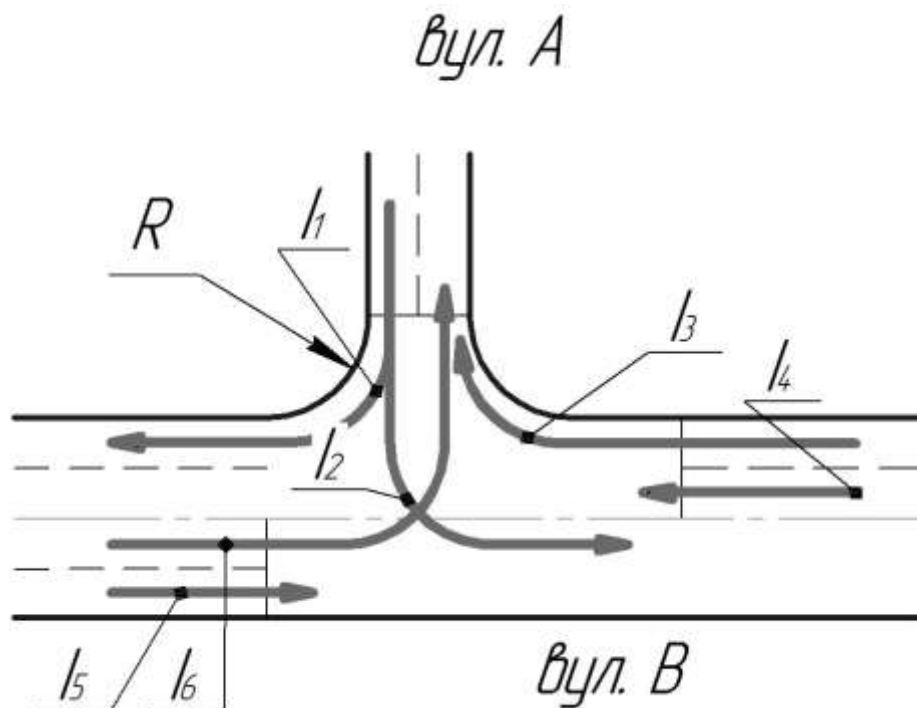

Рисунок 1 – Схема перехрестя вулиць
- Задача 1.** Визначити розрахункові фазові коефіцієнти для перехрестя вулиць, схема якого наведена на рис. 1. Інтенсивності руху транспортних потоків, ПО/год.: $I_1=260$; $I_2=184$; $I_3=157$; $I_4=325$; $I_5=313$; $I_6=148$. Ширина проїзної частини вул. А дорівнює 8 м, вул. В – 15 м, радіус заокруглення бордюру $R = 12$ м. Умови руху по вул. А – «середні», по вул. В – «добрі».
- Задача 2.** Визначити розрахункові фазові коефіцієнти для перехрестя вулиць, схема якого наведена на рис. 1. Інтенсивності руху транспортних потоків, ПО/год.: $I_1=265$; $I_2=194$; $I_3=147$; $I_4=285$; $I_5=213$; $I_6=248$. Ширина проїзної частини вул. А дорівнює 7 м, вул. В – 14 м, радіус заокруглення бордюру $R = 14$ м. Умови руху по вул. А –
- Задача 3.** Визначити розрахункові фазові коефіцієнти для перехрестя вулиць, схема якого наведена на рис. 1. Інтенсивності руху транспортних потоків, ПО/год.: $I_1=280$; $I_2=172$; $I_3=157$; $I_4=325$; $I_5=313$; $I_6=158$. Ширина проїзної частини вул. А дорівнює 7,5 м, вул. В – 15 м, радіус заокруглення бордюру $R = 13$ м. Умови руху по вул. А – «середні», по вул. В – «середні».
- Задача 4.** Визначити розрахункові фазові коефіцієнти для перехрестя вулиць, схема якого наведена на рис. 1. Інтенсивності руху транспортних потоків, ПО/год.: $I_1=245$; $I_2=214$; $I_3=165$; $I_4=355$; $I_5=343$; $I_6=178$. Ширина проїзної частини вул. А дорівнює 8 м, вул. В – 14,5 м, радіус заокруглення бордюру $R = 16$ м. Умови руху по вул. А – «добрі», по вул. В – «добрі».
- Задача 5.** Визначити розрахункові фазові коефіцієнти для перехрестя вулиць, схема якого наведена на рис. 1. Інтенсивності руху транспортних потоків, ПО/год.: $I_1=262$; $I_2=188$; $I_3=137$; $I_4=225$; $I_5=213$; $I_6=168$. Ширина проїзної частини вул. А дорівнює 8 м, вул. В – 15 м, радіус заокруглення бордюру $R = 15$ м. Умови руху по вул. А – «середні», по вул. В – «добрі».
- Задача 6.** Визначити розрахункові фазові коефіцієнти для перехрестя вулиць, схема якого наведена на рис. 1. Інтенсивності руху транспортних потоків, ПО/год.: $I_1=280$; $I_2=284$; $I_3=177$; $I_4=125$; $I_5=293$; $I_6=148$. Ширина проїзної частини вул. А дорівнює 8 м, вул. В – 15 м, радіус заокруглення бордюру $R = 14$ м. Умови руху по вул. А – «середні», по вул. В – «добрі».
- Задача 7.** Визначити розрахункові фазові коефіцієнти для перехрестя вулиць, схема якого наведена на рис. 1. Інтенсивності руху транспортних потоків, ПО/год.: $I_1=260$; $I_2=174$; $I_3=167$; $I_4=321$; $I_5=303$; $I_6=188$. Ширина проїзної частини вул. А дорівнює 8 м, вул. В – 15 м, радіус заокруглення бордюру $R = 13$ м. Умови руху по вул. А – «незадовільні», по вул. В – «добрі».
- Задача 8.** Визначити розрахункові фазові коефіцієнти для перехрестя вулиць, схема якого наведена на рис. 1. Інтенсивності руху транспортних
Задача 9. Визначити розрахункові фазові коефіцієнти для перехрестя вулиць, схема якого наведена на рис. 1. Інтенсивності руху транспортних потоків, ПО/год.: $I_1=262$; $I_2=144$; $I_3=157$; $I_4=305$; $I_5=313$; $I_6=178$.
Задача 10. Визначити розрахункові фазові коефіцієнти для перехрестя вулиць, схема якого наведена на рис. 1. Інтенсивності руху транспортних потоків, ПО/год.: $I_1=241$; $I_2=187$; $I_3=137$; $I_4=325$; $I_5=313$; $I_6=148$.
Задача 11. Визначити розрахункові фазові коефіцієнти для перехрестя вулиць, схема якого наведена на рис. 1. Інтенсивності руху транспортних потоків, ПО/год.: $I_1=290$; $I_2=194$; $I_3=177$; $I_4=325$; $I_5=293$; $I_6=168$.
Задача 12. Визначити розрахункові фазові коефіцієнти для перехрестя вулиць, схема якого наведена на рис. 1. Інтенсивності руху транспортних потоків, ПО/год.: $I_1=260$; $I_2=184$; $I_3=137$; $I_4=305$; $I_5=313$; $I_6=188$.
Задача 13. Визначити розрахункові фазові коефіцієнти для перехрестя вулиць, схема якого наведена на рис. 1. Інтенсивності руху транспортних потоків, ПО/год.: $I_1=254$; $I_2=204$; $I_3=137$; $I_4=285$; $I_5=343$; $I_6=148$.
- Задача 14.** Визначити розрахункові фазові коефіцієнти для перехрестя вулиць, схема якого наведена на рис. 1. Інтенсивності руху транспортних потоків, ПО/год.: $I_1=261$; $I_2=154$; $I_3=187$; $I_4=225$; $I_5=313$; $I_6=146$. Ширина проїзної частини вул. А дорівнює 7,5 м, вул. В – 16 м, радіус заокруглення бордюру $R = 16$ м. Умови руху по вул. А – «середні», по вул. В – «добрі».
- Задача 15.** Визначити розрахункові фазові коефіцієнти для перехрестя вулиць, схема якого наведена на рис. 1. Інтенсивності руху транспортних потоків, ПО/год.: $I_1=230$; $I_2=144$; $I_3=147$; $I_4=315$; $I_5=313$; $I_6=158$. Ширина проїзної частини вул. А дорівнює 8 м, вул. В – 15 м, радіус заокруглення бордюру $R = 15$ м. Умови руху по вул. А – «незадовільні», по вул. В – «добрі».
- Задача 16.** Визначити розрахункові фазові коефіцієнти для перехрестя вулиць, схема якого наведена на рис. 1. Інтенсивності руху транспортних потоків, ПО/год.: $I_1=266$; $I_2=188$; $I_3=155$; $I_4=315$; $I_5=343$; $I_6=148$. Ширина проїзної частини вул. А дорівнює 7,5 м, вул. В – 16 м, радіус заокруглення бордюру $R = 17$ м. Умови руху по вул. А – «добрі», по вул. В – «добрі».
- Задача 17.** Визначити розрахункові фазові коефіцієнти для перехрестя вулиць, схема якого наведена на рис. 1. Інтенсивності руху транспортних потоків, ПО/год.: $I_1=240$; $I_2=164$; $I_3=147$; $I_4=305$; $I_5=310$; $I_6=158$. Ширина проїзної частини вул. А дорівнює 8 м, вул. В – 15 м, радіус заокруглення бордюру $R = 18$ м. Умови руху по вул. А – «середні», по вул. В – «добрі».
- Задача 18.** Визначити розрахункові фазові коефіцієнти для перехрестя вулиць, схема якого наведена на рис. 1. Інтенсивності руху транспортних потоків, ПО/год.: $I_1=270$; $I_2=194$; $I_3=187$; $I_4=335$; $I_5=313$; $I_6=188$. Ширина проїзної частини вул. А дорівнює 8 м, вул. В – 15 м, радіус заокруглення бордюру $R = 18$ м. Умови руху по вул. А – «середні», по вул. В – «добрі».
- Задача 19.** Визначити розрахункові фазові коефіцієнти для перехрестя вулиць, схема якого наведена на рис. 1. Інтенсивності руху транспортних потоків, ПО/год.: $I_1=260$; $I_2=184$; $I_3=187$; $I_4=325$; $I_5=333$; $I_6=148$. Ширина проїзної частини вул. А дорівнює 8 м, вул. В – 16 м, радіус заокруглення бордюру $R = 18$ м. Умови руху по вул. А –
Задача 20. Визначити розрахункові фазові коефіцієнти для перехрестя вулиць, схема якого наведена на рис. 1. Інтенсивності руху транспортних потоків, ПО/год.: $I_1=220$; $I_2=166$; $I_3=147$; $I_4=299$; $I_5=309$; $I_6=188$. Ширина проїзної частини вул. А дорівнює 8 м, вул. В – 15 м, радіус заокруглення бордюру $R = 15$ м. Умови руху по вул. А – «середні», по вул. В – «добрі».
Задача 21. Визначити розрахункові фазові коефіцієнти для перехрестя вулиць, схема якого наведена на рис. 1. Інтенсивності руху транспортних потоків, ПО/год.: $I_1=260$; $I_2=184$; $I_3=157$; $I_4=325$; $I_5=313$; $I_6=148$. Ширина проїзної частини вул. А дорівнює 8 м, вул. В – 15 м, радіус заокруглення бордюру $R = 17$ м. Умови руху по вул. А – «незадовільні», по вул. В – «добрі».
Задача 22. Визначити розрахункові фазові коефіцієнти для перехрестя вулиць, схема якого наведена на рис. 1. Інтенсивності руху транспортних потоків, ПО/год.: $I_1=261$; $I_2=185$; $I_3=158$; $I_4=326$; $I_5=303$; $I_6=158$. Ширина проїзної частини вул. А дорівнює 8 м, вул. В – 15 м, радіус заокруглення бордюру $R = 13$ м. Умови руху по вул. А – «середні», по вул. В – «добрі».
Задача 23. Визначити розрахункові фазові коефіцієнти для перехрестя вулиць, схема якого наведена на рис. 1. Інтенсивності руху транспортних потоків, ПО/год.: $I_1=242$; $I_2=187$; $I_3=162$; $I_4=322$; $I_5=316$; $I_6=145$. Ширина проїзної частини вул. А дорівнює 8 м, вул. В – 16 м, радіус заокруглення бордюру $R = 13$ м. Умови руху по вул. А – «середні», по вул. В – «добрі».
Задача 24. Визначити розрахункові фазові коефіцієнти для перехрестя вулиць, схема якого наведена на рис. 1. Інтенсивності руху транспортних потоків, ПО/год.: $I_1=267$; $I_2=189$; $I_3=159$; $I_4=329$; $I_5=319$; $I_6=149$. Ширина проїзної частини вул. А дорівнює 8 м, вул. В – 15 м, радіус заокруглення бордюру $R = 18$ м. Умови руху по вул. А – «добрі», по вул. В – «добрі».
Задача 25. Визначити розрахункові фазові коефіцієнти для перехрестя вулиць, схема якого наведена на рис. 1. Інтенсивності руху транспортних потоків, ПО/год.: $I_1=270$; $I_2=190$; $I_3=160$; $I_4=330$; $I_5=319$; $I_6=149$.
Задача 26. Визначити розрахункові фазові коефіцієнти для перехрестя вулиць, схема якого наведена на рис. 1. Інтенсивності руху транспортних потоків, ПО/год.: $I_1=272$; $I_2=182$; $I_3=156$; $I_4=333$; $I_5=323$; $I_6=162$. Ширина проїзної частини вул. А дорівнює 8 м, вул. В – 15 м, радіус заокруглення бордюру $R = 19$ м. Умови руху по вул. А – «середні», по вул. В – «добрі».
Задача 27. Визначити розрахункові фазові коефіцієнти для перехрестя вулиць, схема якого наведена на рис. 1. Інтенсивності руху транспортних потоків, ПО/год.: $I_1=273$; $I_2=179$; $I_3=149$; $I_4=325$; $I_5=303$; $I_6=158$. Ширина проїзної частини вул. А дорівнює 8 м, вул. В – 15 м, радіус заокруглення бордюру $R = 14$ м. Умови руху по вул. А – «середні», по вул. В – «добрі».
Задача 28. Визначити розрахункові фазові коефіцієнти для перехрестя вулиць, схема якого наведена на рис. 1. Інтенсивності руху транспортних потоків, ПО/год.: $I_1=268$; $I_2=188$; $I_3=157$; $I_4=328$; $I_5=318$; $I_6=148$. Ширина проїзної частини вул. А дорівнює 8 м, вул. В – 15 м, радіус заокруглення бордюру $R = 18$ м. Умови руху по вул. А – «середні», по вул. В – «добрі».
Задача 29. Визначити розрахункові фазові коефіцієнти для перехрестя вулиць, схема якого наведена на рис. 1. Інтенсивності руху транспортних потоків, ПО/год.: $I_1=269$; $I_2=189$; $I_3=159$; $I_4=329$; $I_5=319$; $I_6=149$. Ширина проїзної частини вул. А дорівнює 8 м, вул. В – 16 м, радіус заокруглення бордюру $R = 19$ м. Умови руху по вул. А – «добрі», по вул. В – «добрі».
Задача 30. Визначити розрахункові фазові коефіцієнти для перехрестя вулиць, схема якого наведена на рис. 1. Інтенсивності руху транспортних потоків, ПО/год.: $I_1=260$; $I_2=180$; $I_3=150$; $I_4=320$; $I_5=310$; $I_6=140$. Ширина проїзної частини вул. А дорівнює 8 м, вул. В – 15 м, радіус заокруглення бордюру $R = 20$ м. Умови руху по вул. А – «незадовільні», по вул. В – «добрі».